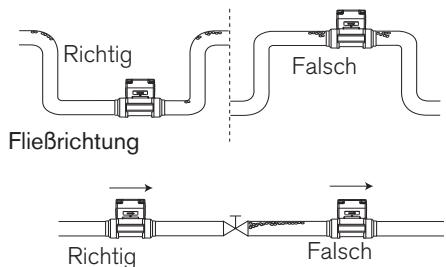

Bild 6: Luftblasen in der Rohrleitung
- Die Bildung von Luftblasen in der Rohrleitung am Gerät vermeiden (Bild 6).